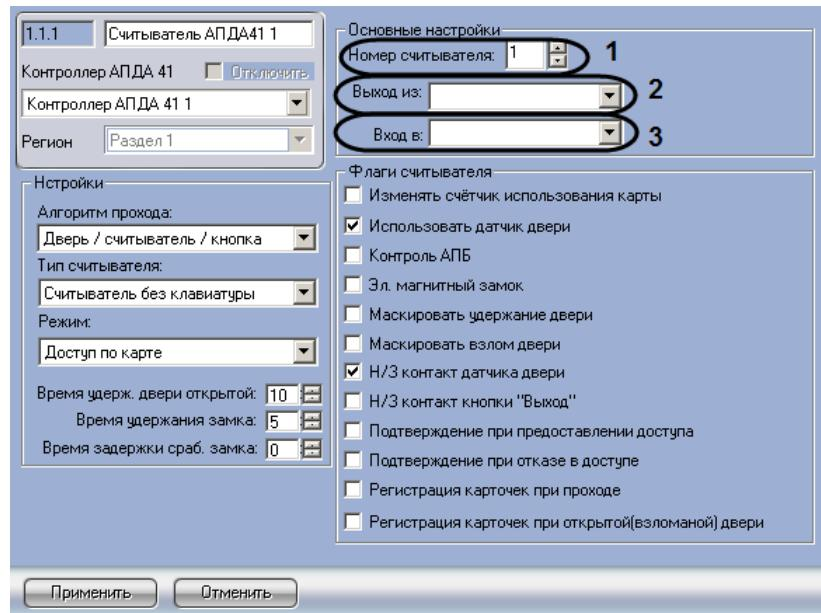

Рис. 3.6—2 Основные настройки считывателя
1. Перейти на панель настройки объекта **Считыватель АПДА21** или **Считыватель АПДА41** (Рис. 3.6—2).
2. В поле **Номер считывателя**: ввести с помощью кнопок **вверх-вниз** номер считывателя (возможные значения **1** или **2** для считывателя контроллера АПДА.21, **1, 2, 3** или **4** для считывателя контроллера АПДА.41) (Рис. 3.6—2, 1).
3. Из раскрывающегося списка **Выход из**: выбрать объект **Раздел**, соответствующий территории, расположенной со стороны входа через точку доступа (считыватель) (Рис. 3.6—2, 2).